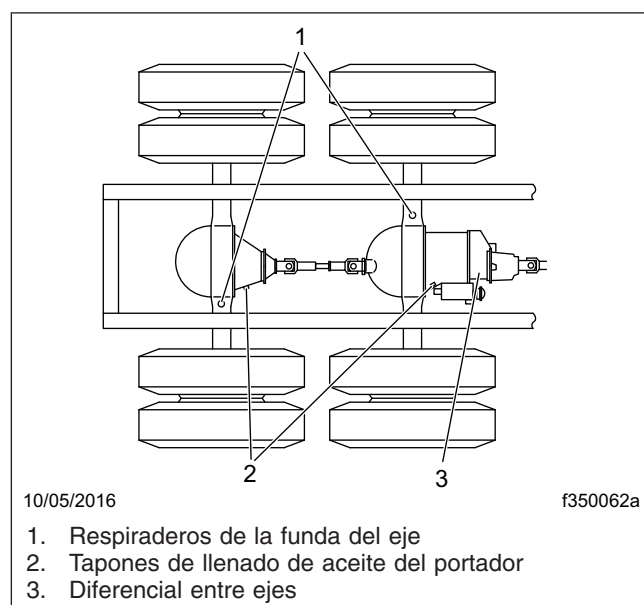

Figura 7, Respiraderos de la funda del eje Meritor
5. Revise el respiradero de la funda del eje. Asegúrese de que esté abierto y destapado. Vea la Figura 7. Si el respiradero está obstruido o dañado, límpielo o reemplácelo según sea necesario.